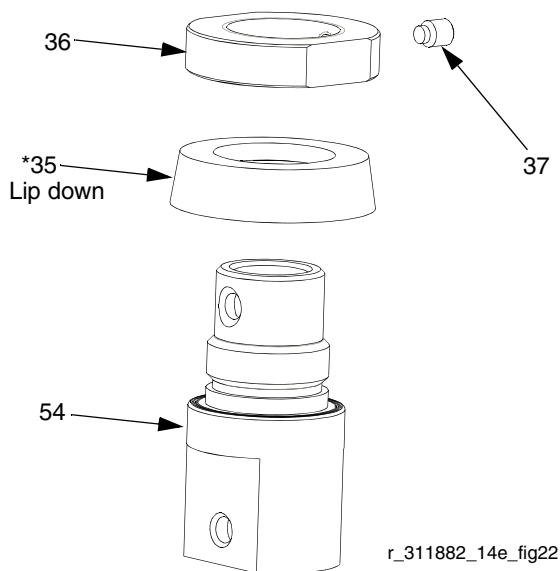

FIG. 23
10. Desserrez la vis de pression (37) du collier (36). Séparez le collier du corps de piston. Retirez le joint à lèvres (35\*). Contrôlez l'état de toutes les pièces. Voir FIG. 23.